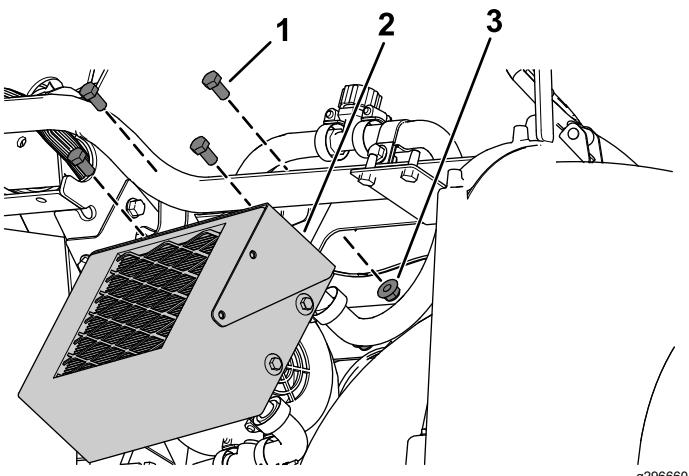

Figura 28
E. Fissate il riscaldatore alla relativa staffa con 4 bulloni a testa esagonale (3/8" x 3/4") e 4 dadi flangiati (3/8") come mostrato nella Figura 28.